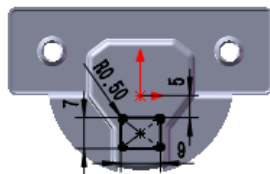

图 16.2.52 横断面草图
② 定义横断面草图。在草图环境中绘制图 16.2.52 所示的横断面草图。
(3) 定义切除深度属性。在“切除—拉伸”对话框 **方向 1** 区域的  下拉列表中选择 **给定深度** 选项, 选中 ☒ **与厚度相等(L)** 复选框。
(4) 单击对话框中的  按钮, 完成切除—拉伸 4 的创建。